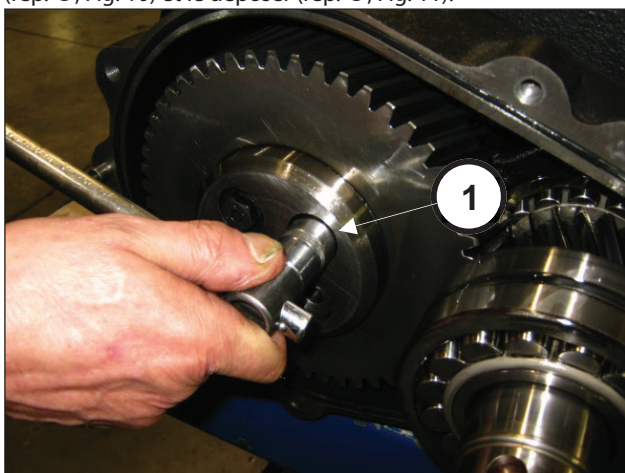
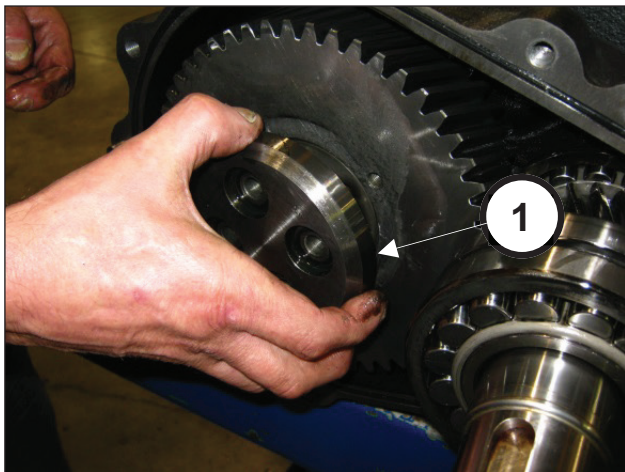

Fig. 10
Fig. 11
Dévisser les vis de fixation de l'immobilisateur de couronne (rep. ①, Fig. 10) et le déposer (rep. ①, Fig. 11).